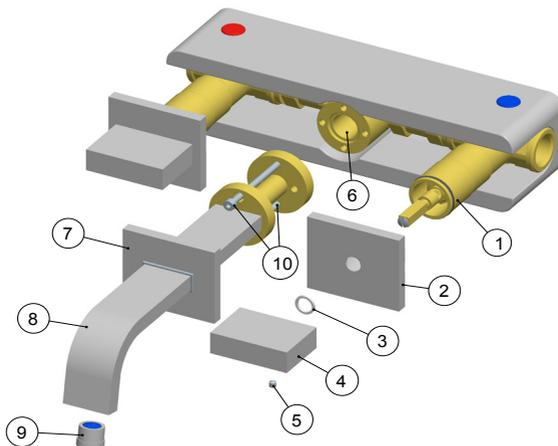

Fig.2
- a)** inserire la piastra (2) al corpo (1) (v. Fig.2);
- b)** posizionare l'anello antifrizione (3) sulla basetta (2);
- c)** inserire la maniglia (4) in orizzontale e con il foro per il grano (5) rivolto verso il basso;
- d)** fissare con il grano (5) ed allineare la basetta (2) alla maniglia (4);
- e)** inserire la canna (8) nel corpo rubinetto (6), fissare con le viti (10) ed infine posizionare la piastra (7).
- a)** insert the plate (2) to the body (1) (Fig. 2);
- b)** place the ring (3) on the base (2);
- c)** insert the handle (4) in horizontal way and with the hole of the small screw (5) turned towards the bottom;
- d)** fix the screw (5) and align the base (2) to the handle (4);
- e)** insert the spout (8) to the mixer body (6), fix it with the screws (10) and than place the plate (7).